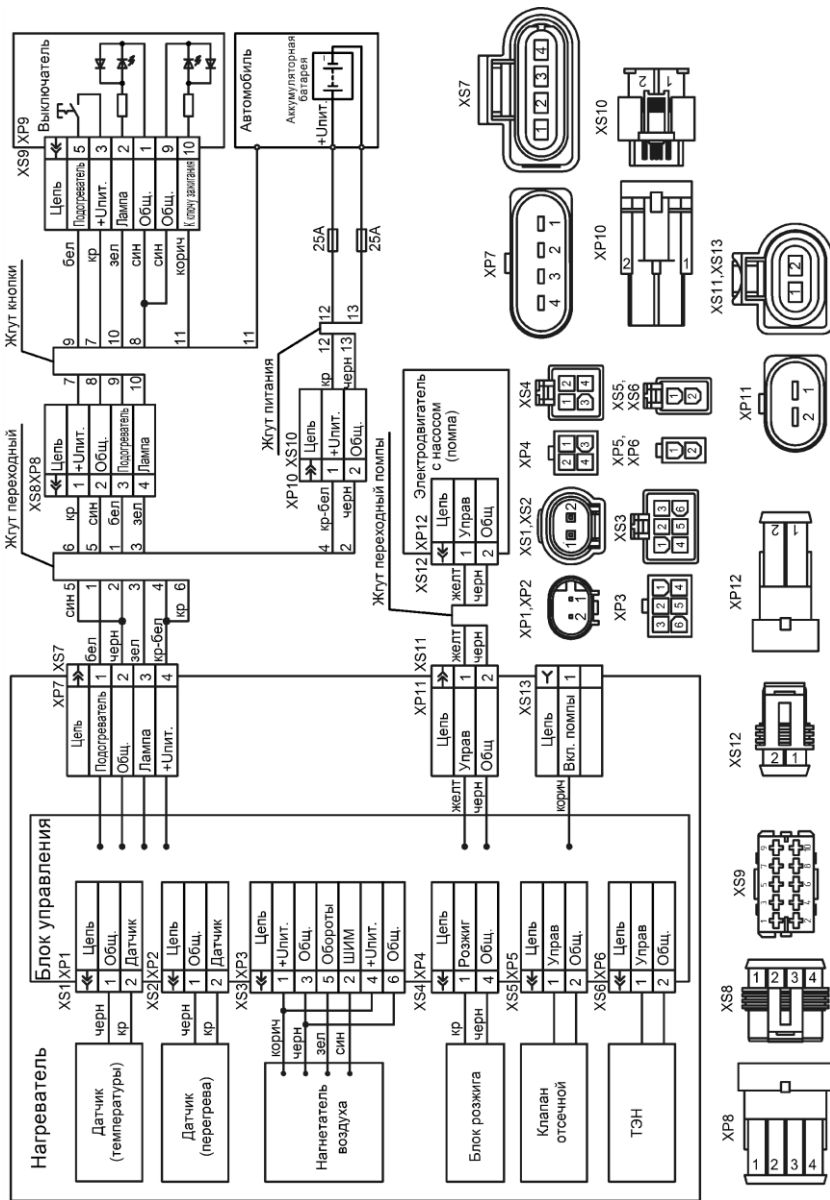

Рис. 1- Схема электрических соединений
Питание подогревателя топливом и электроэнергией осуществляется от автотранспортного средства. Схема электрических соединений подогревателя приведена на рис. 1.
8.1 Поиск неисправностей необходимо начать с проверки контактов разъемов проверяемых цепей (см. схему электрических соединений на рис.1).
* для разблокировки необходимо после включения подогревателя в течение 20 секунд снять колодку XS7 с подогревателя и через 5 секунд подключить колодку XS7 обратно (согласно схеме электрических соединений, рис.1). Данная процедура выполняется 3 раза.